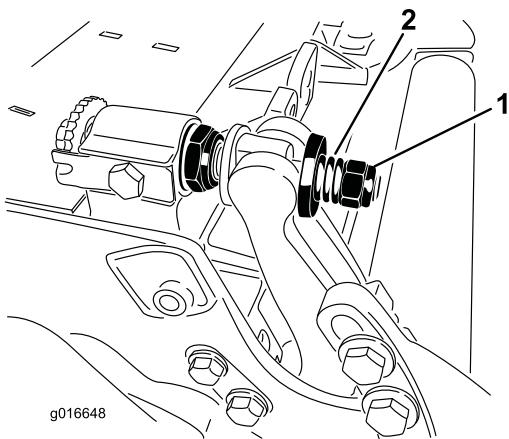

Figura 31
- Aperte a porca da mola tensora até que a mola fique recolhida; em seguida, desaperte meia volta (Figura 31).
- Aperte a porca em cada conjunto de ajustador da barra de apoio até que a mola de compressão esteja totalmente comprimida e, em seguida, desaperte a porca 1/2 volta (Figura 31).